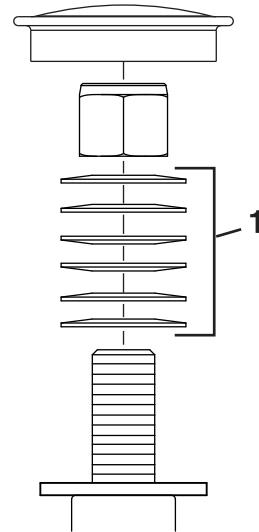

Figure 53
3. Retirez le capuchon protecteur de la roue pivotante et serrez le contre-écrou (Figure 53).
4. Continuez de serrer le contre-écrou jusqu'à ce que les rondelles élastiques soient aplatis, puis desserrez-le d'un quart de tour pour obtenir la précharge correcte des roulements (Figure 53).
**Important:** Veillez à placer les rondelles élastiques comme montré à la Figure 53.
5. Remettez le capuchon protecteur en place (Figure 53).